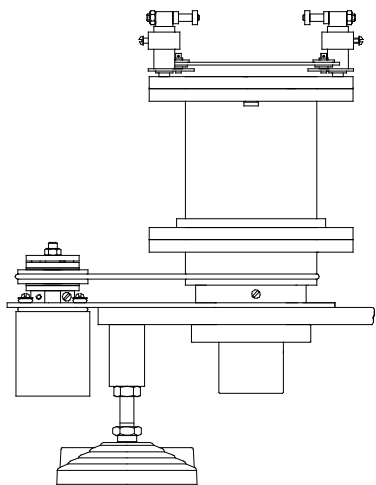

Рис. 5.
4.5 Для работы без колокола с переходной тарелкой (рис. 5, 6) на ведомый узел сначала устанавливается переходная втулка, а затем узел толкателей (ИПС должна быть уже установлена). Переходная втулка просто устанавливается (без крепления) на ведомый узел, а узел толкателей на переходную втулку, как указано выше.